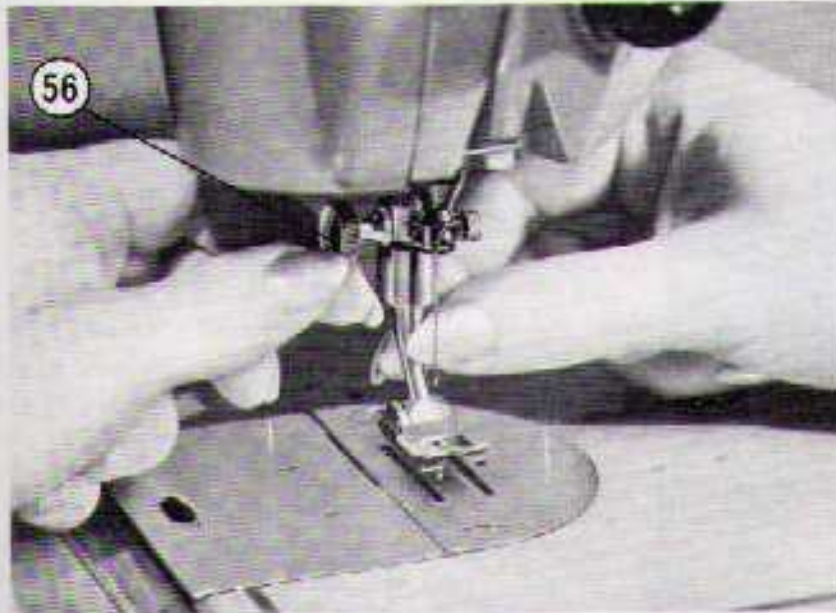

Fig. 21
- 2 – Afloje el tornillo 56 (Fig. 21) manualmente o por medio de un destornillador.
- 5 – Apriete fuertemente el tornillo de sujeción 56 (Fig. 21).